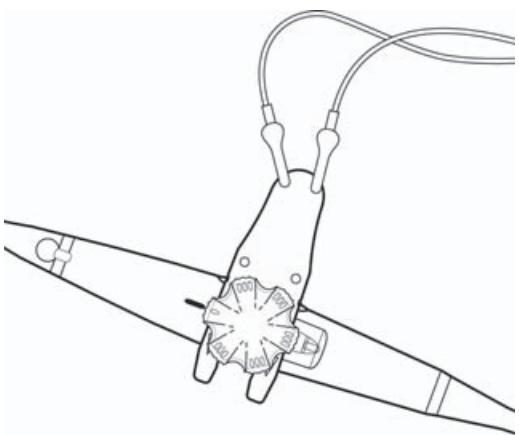

**Рисунок 6** Присоединение проводящей пластины
- a** Подсоедините черный электрод к проводящей пластине в водяной бане с солевым раствором, как показано на Рисунок 6.